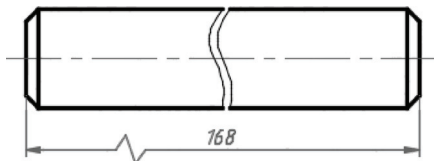

图 8-84 完成折弯线性标注
- 4 在“指定折弯位置（或按〈Enter〉键）:”提示下按〈Enter〉键，则在标注文字与第一条尺寸界线之间的中点处放置折弯，如图 8-84 所示，或者在基于标注文字位置的尺寸线的中点处放置折弯。当然用户也可以自行指定折弯位置。